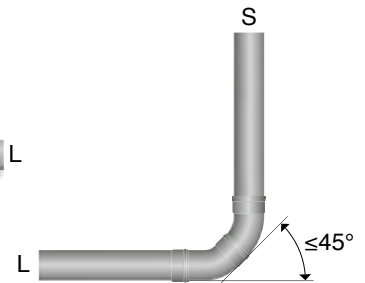

Fig. 3.2.4b.
- b. Stående samlingsledning (S) som övergår i liggande samlingsledning (L) ska utföras med två böjar med vardera vinkeln högst $\alpha \leq 45^\circ$ eller med en särskild utformad rördel. Se fig. 3.2.4b.